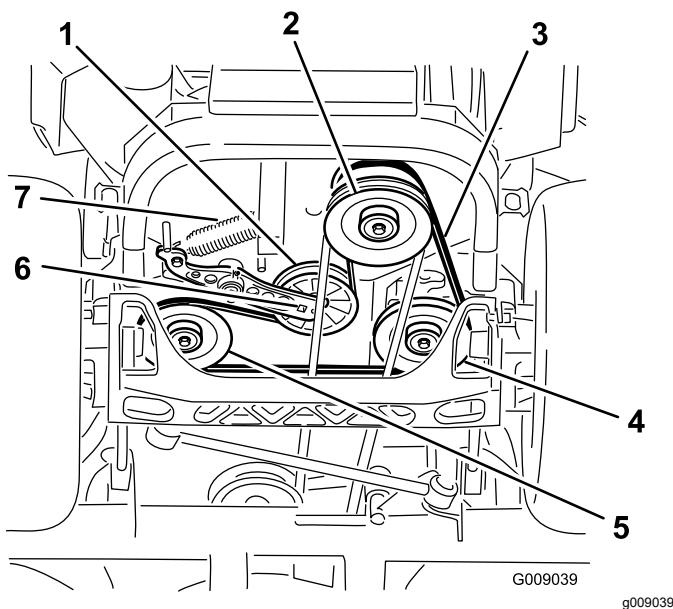

Figura 104
4. Levante la máquina y apóyela sobre gatos fijos (Figura 104).
5. Utilice una llave de carraca en el taladro cuadrado del brazo tensor para retirar el muelle tensor (Figura 104).
6. Desenganche el muelle de la polea tensora del bastidor (Figura 104).
9. Utilizando la llave de carraca en el taladro cuadrado del brazo tensor, instale el muelle tensor en el bastidor (Figura 104).